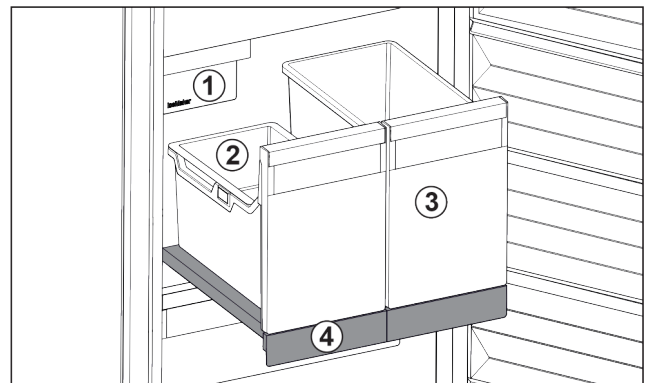

Fig. 32 Auszugsbord mit IceTower
Auf dem Auszugsbord sind zwei hohe Behälter (IceTower). Im Behälter Fig. 32 (2) werden Eiswürfel aus dem IceMaker gesammelt und gelagert. Behälter Fig. 32 (3) eignet sich für die Lagerung von hohen Lebensmitteln wie Pizzen oder alkoholischen Getränken.